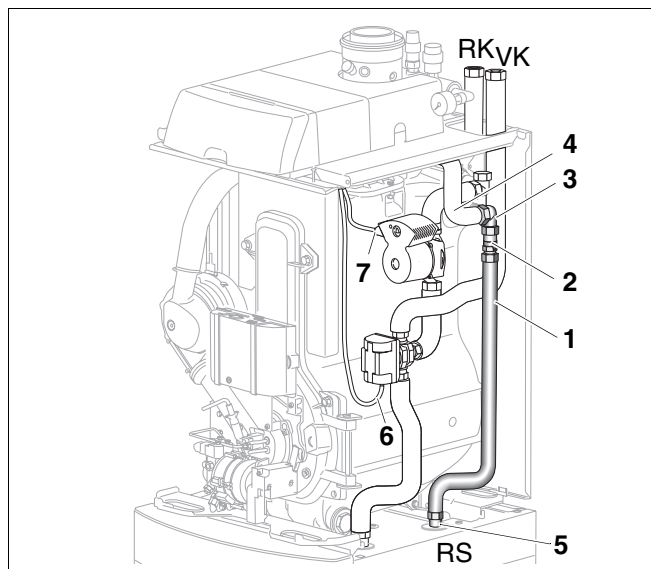

Abb. 18 Rücklaufrohr mit Sperrventil montieren
- Kappe vom Rücklauf-Winkelverteiler (Abb. 18, **Pos. 3**) abschrauben.
- Speicherrücklaufrohr (Abb. 18, **Pos. 1**) mit Sperrventil (Abb. 18, **Pos. 2**) und vormontiertem O-Ring an den unteren Anschluss am Rücklauf-Winkelverteiler (Abb. 18, **Pos. 3**) einstecken und mit Überwurfmutter verschrauben.
- Speicherrücklaufrohr (Abb. 18, **Pos. 1**) mit Dichtung $\varnothing 17 \times 24 \times 2$ an den Speicherrücklauf (Abb. 18, **Pos. 5**) anschrauben.
- Anschlusskabel mit Stecker der Umwälzpumpe (Abb. 18, **Pos. 7**) und des Dreiwegeventils (Abb. 18, **Pos. 6**) nach Schaltplan an das Regelgerät anschließen (siehe Montage- und Wartungsanweisung des Logano G135).